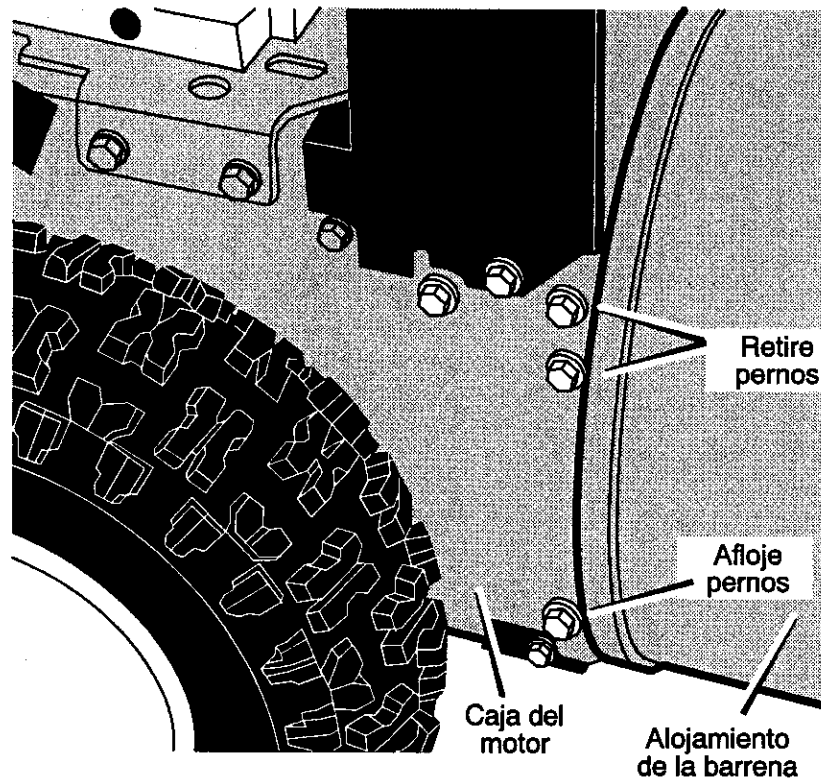

Figura 73
8. Retire los cuatro **pernos superiores** que unen el **alojamiento de la barra** y la **caja del motor**. Afloje los dos **pernos inferiores**. Ahora el **alojamiento de la barra** y la **caja del motor** pueden separarse para retirar la correa (Figura 73).